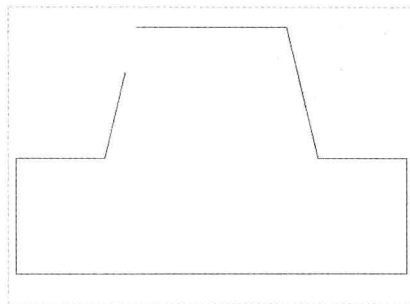

图 3-11 拐角修剪草图
Step 03 在绘图区最右侧交叉直线的左侧线段上单击鼠标左键，即可拐角修剪草图，如图 3-11 所示。